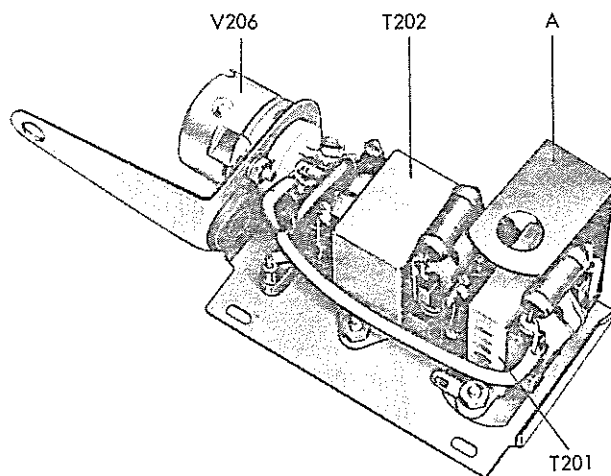

Bild 26. Sändarens mikrofonförstärkarsteg
I isoleringssteget ingår rör V202, som hålls fast av en fosforbronsfjäder (A) fäst under transformern T201 (bild 26).
Mikrofonförstärkarsteget med rör V206, transformatorerna T201 och T202 sitter på en delstomme (bild 26). Denna är fäst med två skruvar i överkanten på sändarstommens gavelplåt. När skruvarna lossats, kan delstommen svängas upp så att de rör som finns under stommen blir åtkomliga.